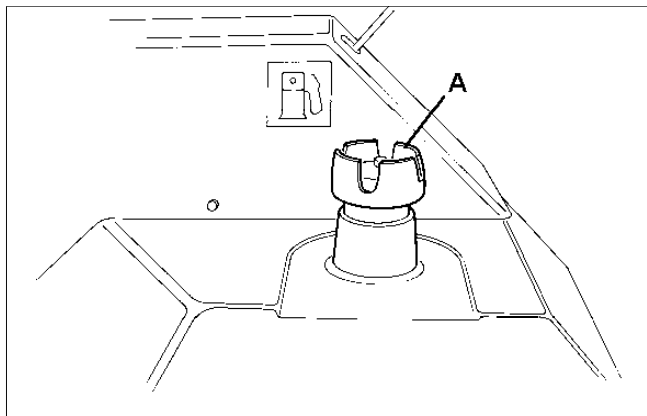
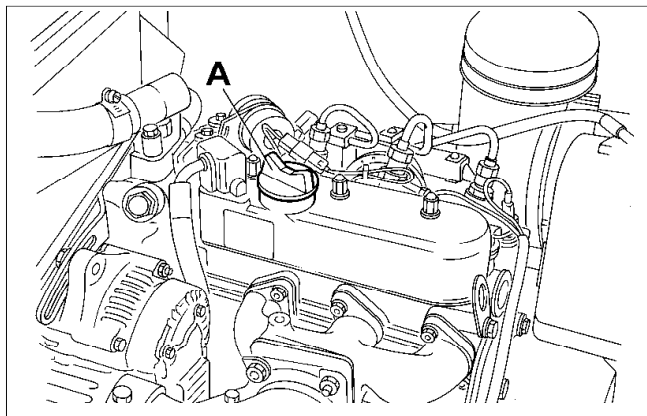
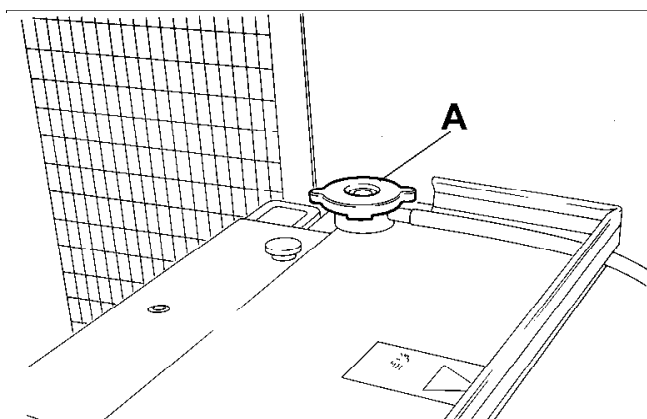
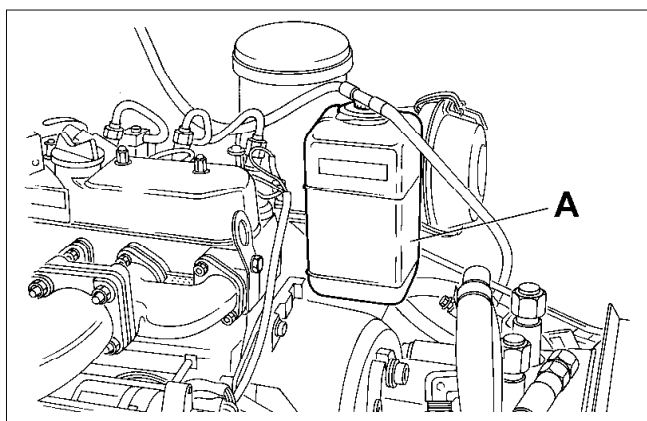

Fig.12
Fig.13
Fig.14
Fig.15
Vor dem Anlassen des Motors muß der Kraftstoffbehälter (A Bild 12) mit Dieseldieselkraftstoff, die Ölwanne des Motors über den Einfüllstutzen (A Bild 13) mit Motoröl und der Kühler (A Bild 14) und der Ausgleichsbehälter (A Bild 15) mit einer 50prozentigen Frostschutzlösung gefüllt werden. Hierbei ist wie folgt vorzugehen:
- Kraftstofftank (A Bild 12) mit handelsüblichem Dieseldieselkraftstoff füllen.
- Motorölwanne mit Motoröl gemäß API Norm CC/CD/CE über den Einfüllstutzen (A Bild 13) füllen (siehe Schmierstofftabelle Seite 15).
Kühler (A Bild 14) und Ausgleichsbehälter (A Bild 15) mit 50 prozentiger Frostschutzlösung füllen. Inhalt 4,26 Ltr.
Prima di avviare il motore è necessario riempire di gasolio il serbatoio del carburante (A Fig. 12), riempire la coppa dell'olio motore per mezzo del bocchettone di riempimento (A Fig. 13), e riempire il radiatore (A Fig. 14) ed il vaso di espansione (A Fig. 15) con una soluzione anticongelante al 50%.
- (a) Riempire il serbatoio del carburante (A Fig. 12) con gasolio N° 2-D (ASTM D975).
- (a) Riempire la coppa dell'olio motore dal bocchettone (A Fig. 13) con olio di qualità API classifica CC/CD/CE. (Vedi anche tabella a pag. 14.)
Riempire completamente il radiatore (A Fig. 14), ed il vaso di espansione (A Fig. 15) a metà, con una soluzione anticongelante al 50%. Capacità 4,26 litri.